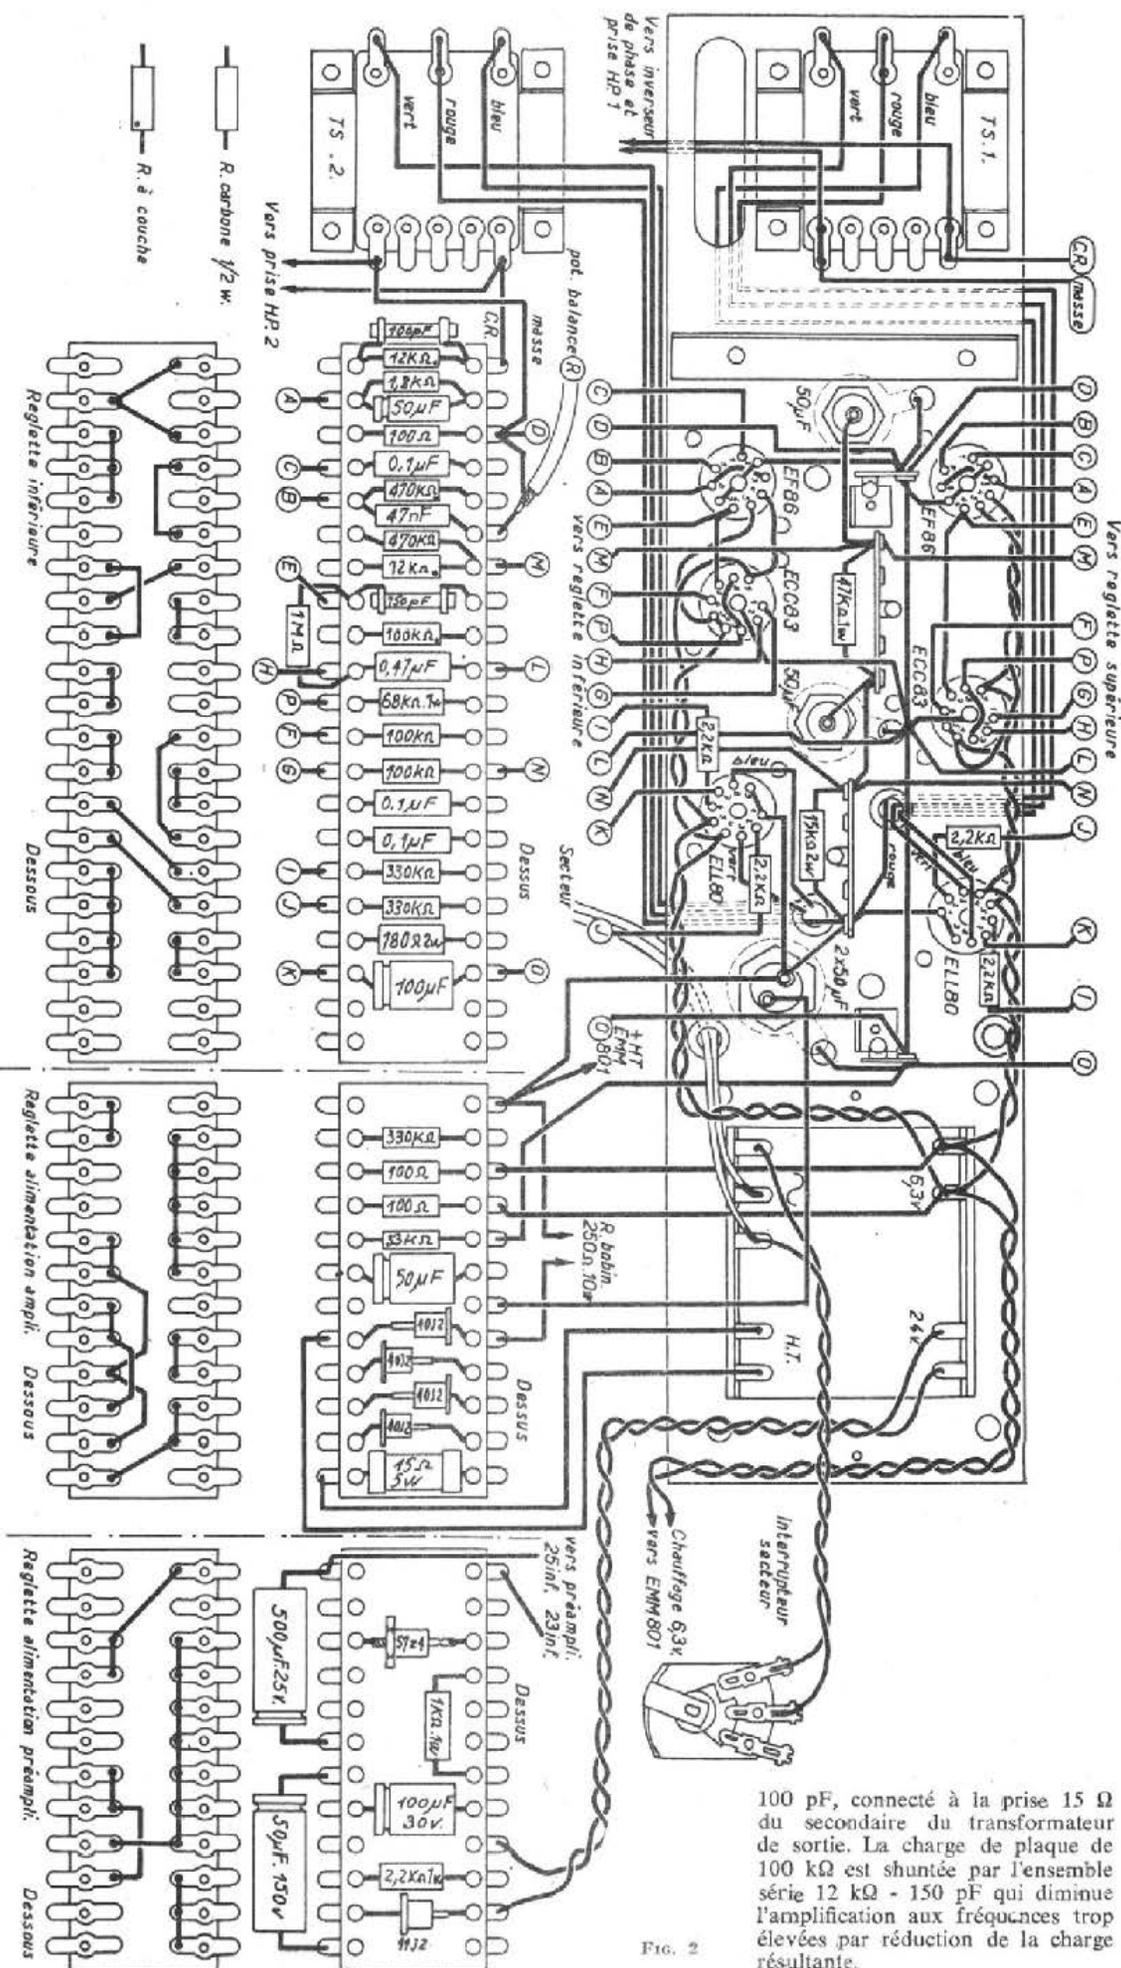

FIG. 2
La figure 2 montre le châssis vu par dessus et de l'avant, avec le câblage des deux canaux amplificateurs à lampes, de l'alimentation HT, de l'une des réglottes (réglotte inférieure) des éléments associés aux lampes et des réglottes alimentation ampli et alimentation pré-ampli.
C) CABLAGE DES « REGLETTES AMPLI » A ET B (fig. 2)
Même processus ; le câblage des deux côtés de cette réglette est indiquée par la figure 2.
Ce châssis, qui ne comporte que l'interrupteur secteur dont le câblage est indiqué par la figure 2, n'est pas représenté.
— Câbler la réglette « Alimentation préampli » selon le même processus que pour les réglettes « Ampli ». La figure 2 montre le câblage des deux côtés de cette réglette.